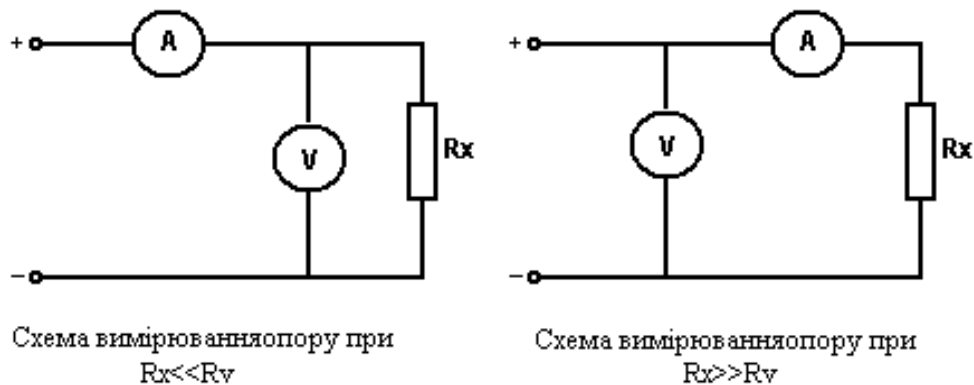

Рисунок 1
2. Перевірити можливість використання наявної апаратури в даній схемі (рис. 1).